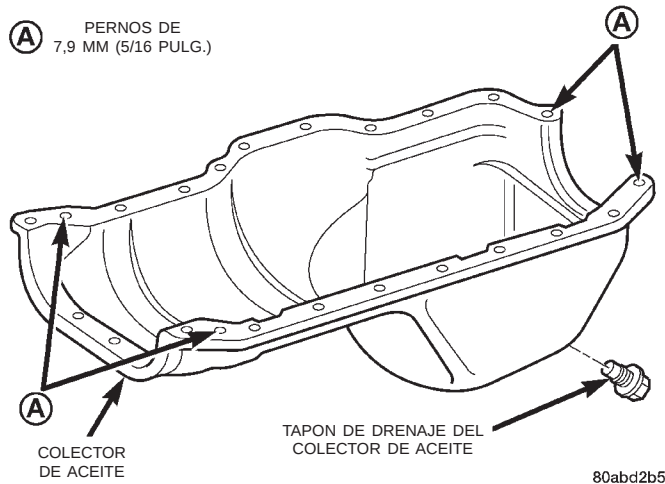

Fig. 61 Posición de los pernos de 7,9 mm (5/16 pulg.) del colector de aceite
(5) Deslice la junta de una sola pieza sobre las espigas y luego sobre el bloque y la caja del cárter de la distribución.
(6) Coloque el colector de aceite sobre las espigas y sobre la junta.
(7) Instale los pernos de 6,35 mm (1/4 pulg.) del colector de aceite. Apriete estos pernos con una torsión de 9,5 N·m (84 lbs. pulg.). Instale los pernos de 7,9 mm (5/16 pulg.) del colector de aceite (Fig. 61). Apriete estos pernos con una torsión de 15 N·m (132 lbs. pulg.).
(12) Instale la tapa de acceso a la caja del convertidor de par y volante del motor.
(13) Instale el motor de arranque.
(14) Conecte el tubo de escape a la péndola y al tubo múltiple de escape del motor.
(15) Instale el tapón de drenaje del colector de aceite (Fig. 61). Apriete el tapón con una torsión de 34 N·m (25 lbs. pie).
(16) Baje el vehículo.
(17) Conecte el cable negativo a la batería.
(18) Llene el colector de aceite con aceite de motor hasta el nivel especificado.